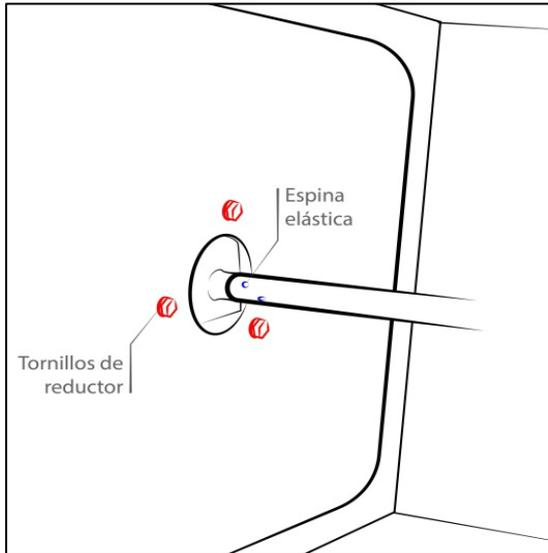

Figura 6
Paso 2: verificar estado de espina elástica (chaveta flexible señalada en azul en la Figura 6). Para extraer el reductor se deben sacar los tres tornillos que lo sujetan a la